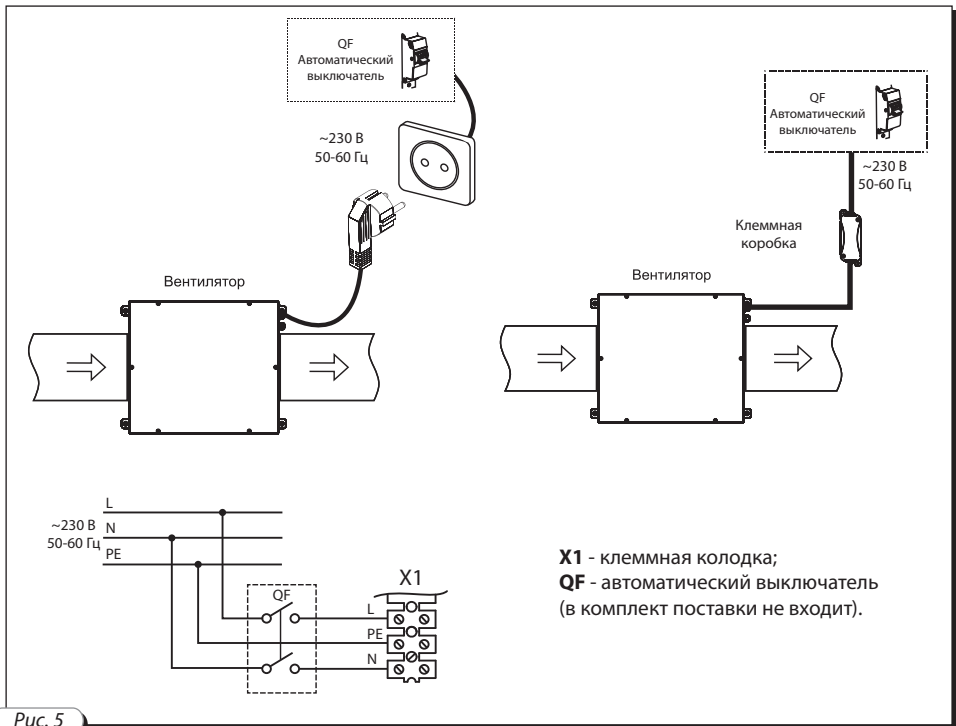

Рис. 5
- подключите провода к клеммной колодке в соответствии со схемой электрических подключений электрических подключений и обозначением клемм (см. рис. 5). Для этого вставьте провода в соответствующие клеммы до упора изоляции в металлическую часть клемм и зафиксируйте их винтами;
В случае подключения вентилятора к электросети через клеммную коробку. Схема подключения и маркировка клемм идентичны (см. рис. 5).